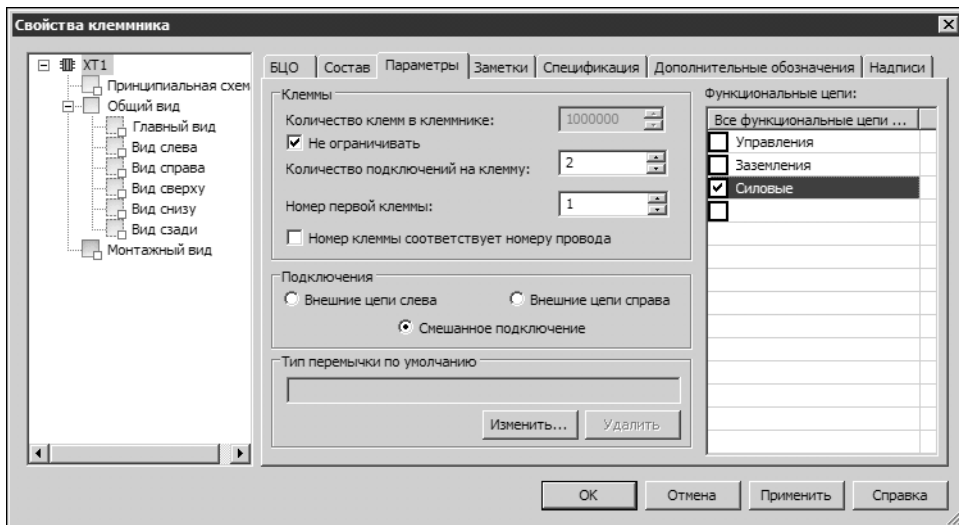

Рис. 26.7. Функциональные цепи в клеммниках
6. В диалоге свойств каждого из клеммников на вкладке **Параметры** в поле **Функциональные цепи** отключите те функциональные цепи, которые не должны присутствовать в данном клеммнике (рис. 26.7).